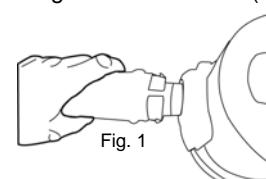

Fig. 1
- Inserte la manguera flexible en la entrada de aire. Presione hasta escuchar un "clic" indicando que se ha trabado en su lugar. (Fig. 1)